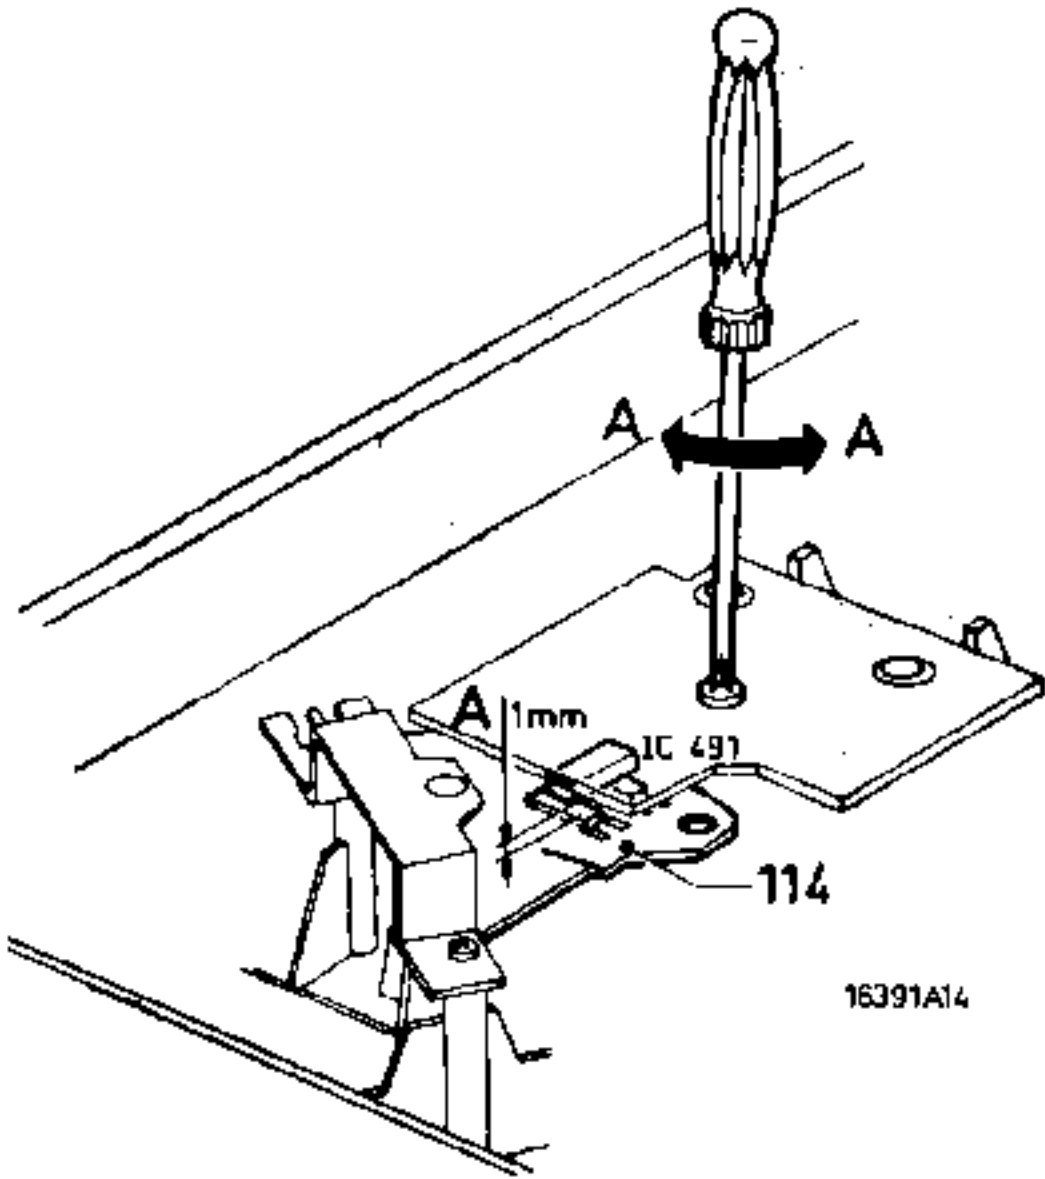

Fig. 5
2. Adjusting IC491 with respect to magnet (Fig. 5)
2. Instelling IC491 t.o.v. magneet (Fig. 5)
2. Einstellung der IC491 gegenüber Magnet (Fig. 5)
2. Réglage de l'IC491 par rapport à l'aimant (Fig. 5)
2. Regolazione dell'IC 491 nei confronti della calamita (Fig. 5)